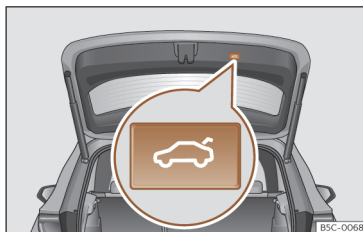

Fig. 79 Porta da bagageira: botão para fechar a porta da bagageira.
• Pressione brevemente o botão  disposto na porta da bagageira >>> **Fig. 79**, >>>  em *Introdução ao tema* na página 113.
Durante todo o processo de abertura ou de fecho da porta da bagageira, soam os sinais sonoros. *Exceção:* quando se abrir a porta manualmente através do punho ou através da função Easy Open com o movimento do pé ou se fechar através do botão disposto na mesma >>> **Fig. 79**.
• Pressione o botão  >>> **Fig. 79** disposto na porta durante, pelo menos, 3 segundos.
- Pressione o botão  >>> Fig. 79 disposto na porta durante, pelo menos, 3 segundos.